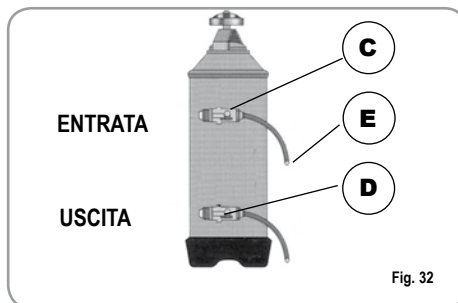

Fig. 32
- 1) Spegner la macchina e mettere un recipiente della capacità di almeno 5 litri sotto il tubo E (Fig. 32).